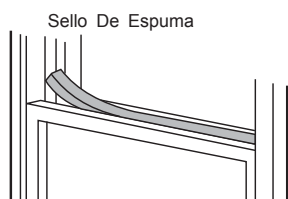

Fig.13
5. Corte el sello de espuma a una longitud adecuada y selle el espacio abierto entre la faja superior de a ventana y la faja externa de la ventana. Enseñado en Fig. 13